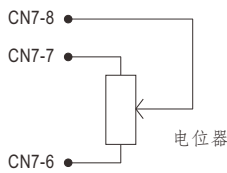

图1
- (1)当功能不需要时,请断开CN7-8 PIN脚(请参考输出模块原理图),然后输出电压将提升到标称电压。
- (2)连接CN7-8 PIN脚与CN7-6(或CN7-7)可以调整输出电压向上(若CN7-7,向下)到额定电压的5%
- (3)采用一个额外的100KΩ 电位器联接在CN7-6和CN7-7(参阅图1)之间将使调节器能够达到在-/+5%范围内(例如:-3%,+2.5%,及其他)